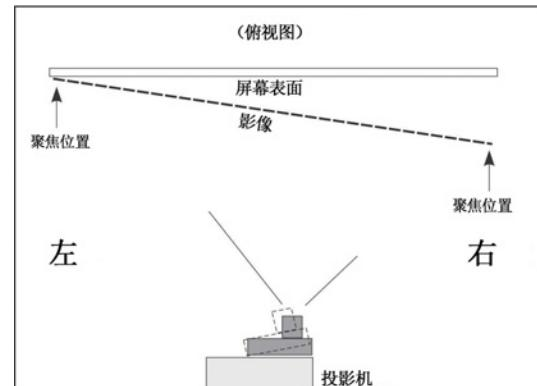

图 2-28 俯视图 (演示视轴未校正)
4. 使用框架测试图像，在 **ILS Adjust**（ILS 调整）窗口（请参阅图 2-28）中根据需要单击上 / 下 / 左 / 右按钮来调整偏移，以便在屏幕上显示正确的影像。注：**1)** 您也可按住按钮以进行连续移动。
3. 使用 **ILS Adjust**（ILS 调整）窗口（图 2-28）上的逆时针按钮调整焦距，使镜头缩回。观察屏幕左边缘的影像，直到其清楚聚焦。如果屏幕左边缘的影像聚焦效果良好，但右边缘聚焦效果不好，则需确定右侧聚焦在屏幕的前方还是后方。如果整个屏幕都聚焦良好，请跳至步骤 7。